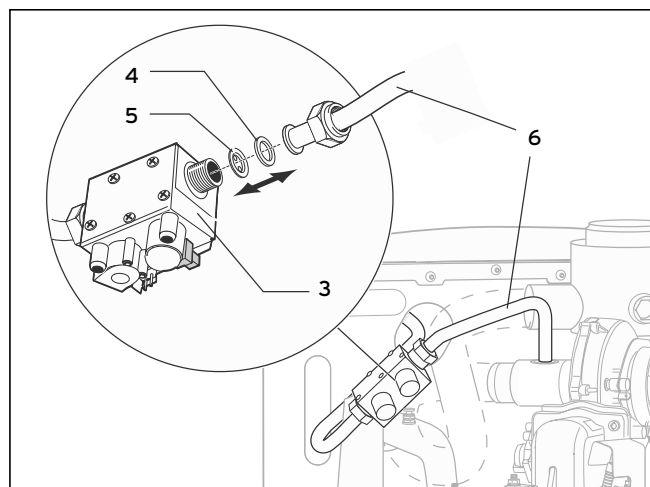

Рис. 6.2 Замена газовой заглушки
- Для переналадки аппарата на сжиженный газ монтируйте газовую заглушку, включая уплотнение (4, 5, рис. 6.2) (см. табл. 6.1).